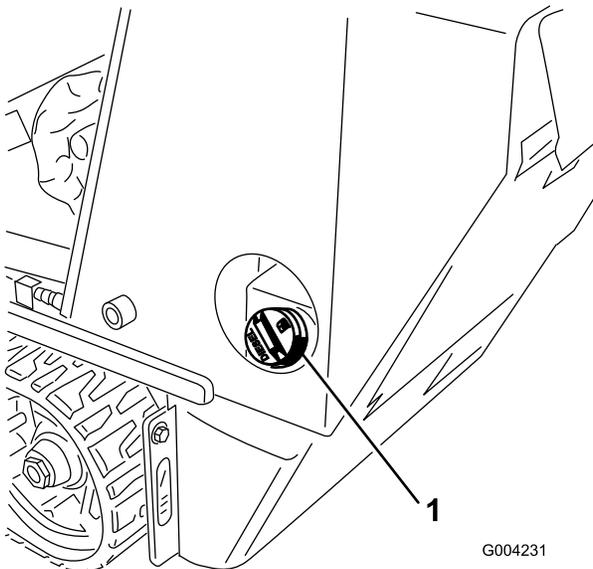

Bild 16
1. Entfernen Sie den Tankdeckel (Bild 16).